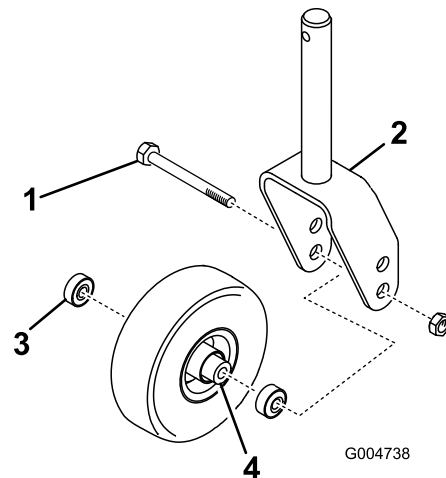
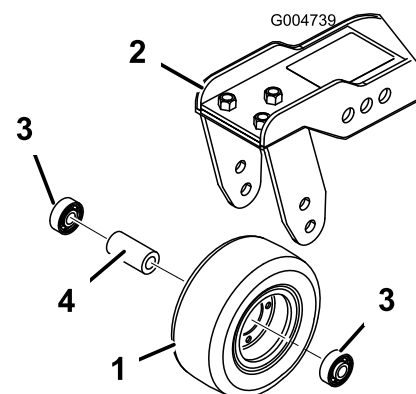

Figura 113
Figura 114
1. Retire a porca de bloqueio do parafuso que fixa o conjunto da roda giratória entre a forquilha da roda giratória (Figura 113) ou o braço articulado da roda giratória (Figura 114).
2. Retire o rolamento do cubo da roda e deixe cair o espaçador do rolamento para fora (Figura 113 e Figura 114).